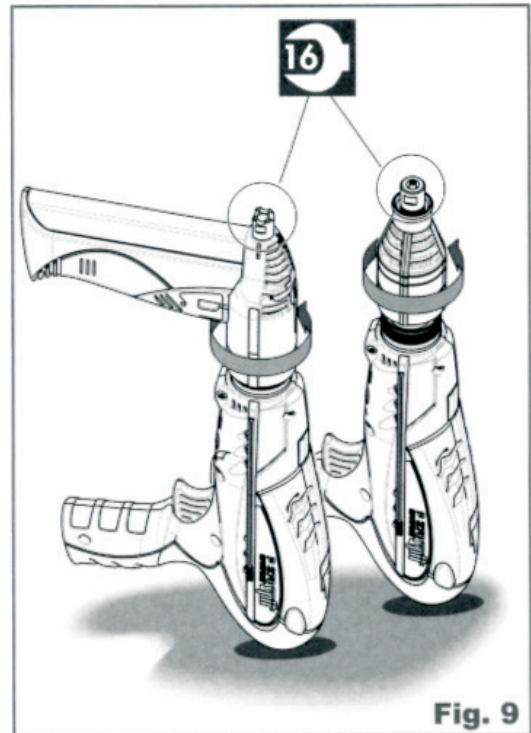

Fig. 9
- Hold maskinen i lodret stilling, således at den støtter på den bageste del (jvf. **fig. 9**)